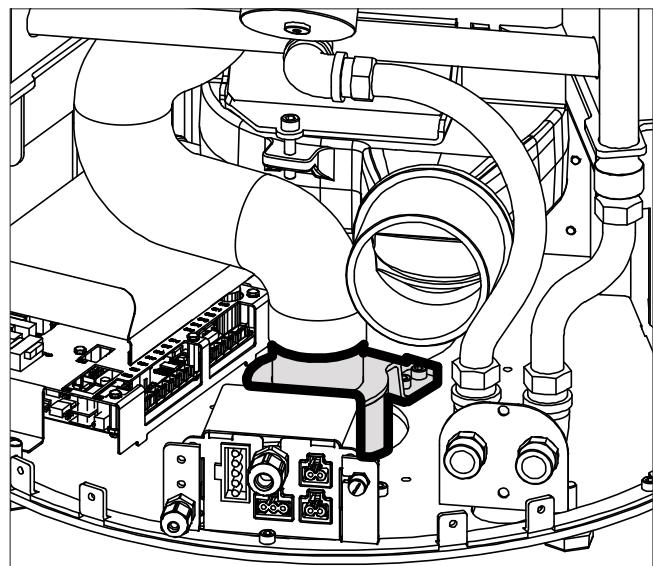

Fig. 2c
- Verbrennungsluftstutzen an Bodenblech anschrauben (Fig.2c).